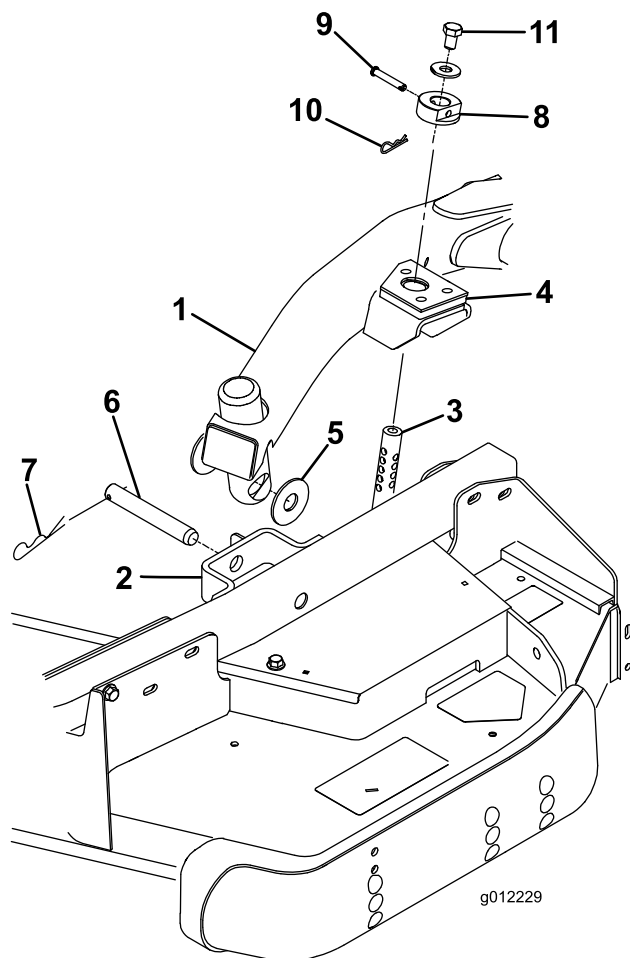

Figure 3
2. Placez le levier de relevage en position de flottement. Poussez un bras de relevage vers le bas jusqu'à ce que ses trous soient alignés sur ceux du support du bras pivotant. Il est alors possible d'introduire la tige de réglage de hauteur de coupe dans les patins du bras de levage (Figure 3).
3. Fixez le bras de relevage au bras pivotant avec (2) rondelles de butée, un axe de chape et une goupille fendue. Placez les rondelles de butée entre le bras de relevage et le support de bras pivotant (Figure 3). Insérez l'extrémité de la goupille fendue dans la fente de la patte du bras pivotant pour retenir la goupille fendue.
axes de chape et les goupilles fendues (Figure 3). La tête de l'axe de chape doit être dirigée vers l'avant du plateau.
8. Montez un boulon 1/2 x 3/4" et une rondelle sur chaque tige de réglage de hauteur de coupe (Figure 3).